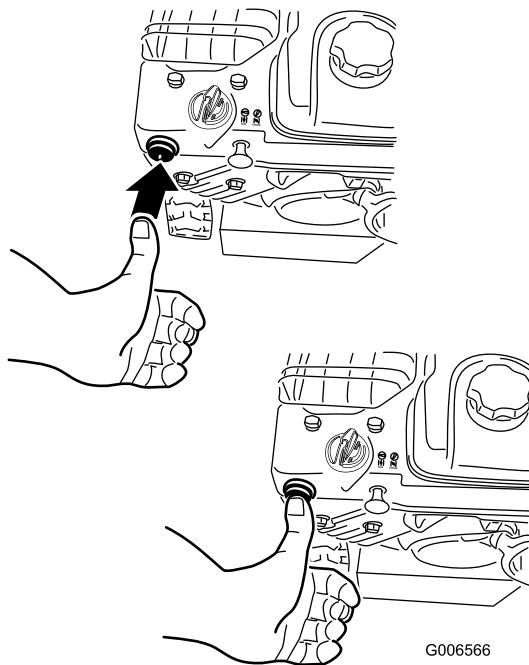

Рисунок 27
- Энергично нажмите большим пальцем кнопку заливочного насоса два раза (при температурах -9°C и выше) или четыре раза (при температурах ниже -9°C), каждый раз удерживая кнопку в течение секунды перед отпуском (Рисунок 27).